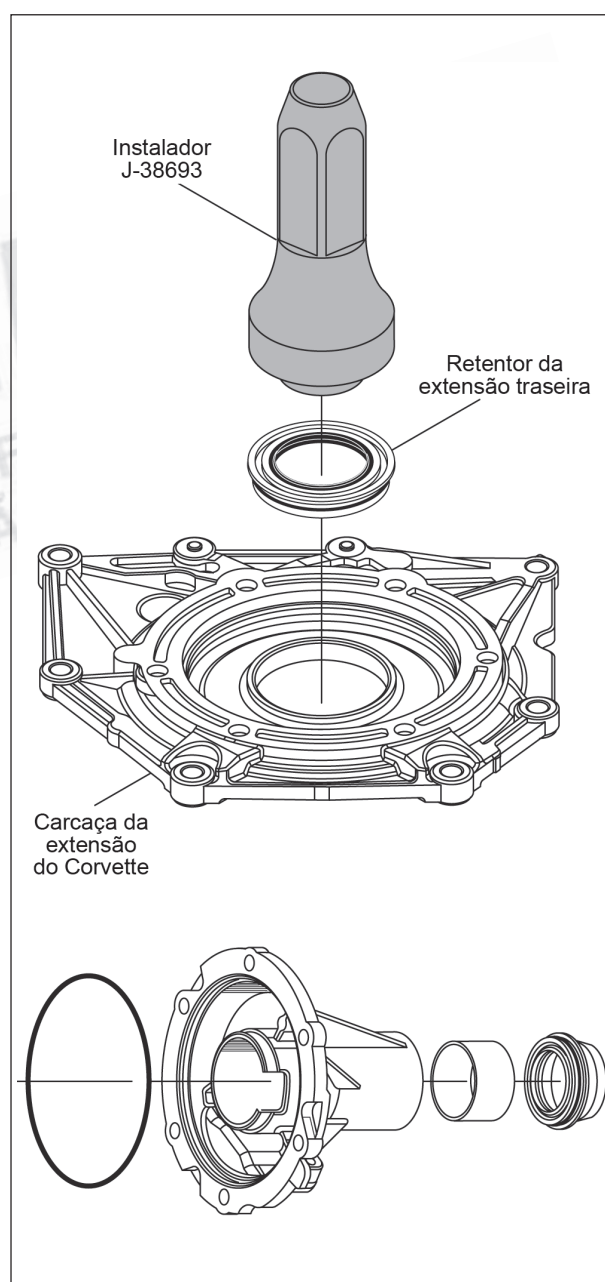

Figura 152
1. Instale um novo retentor de metal na carcaça da extensão, conforme mostra a figura 152, utilizando a ferramenta apropriada.
A versão do Corvette é ilustrada. A versão 2WD também é mostrada na figura 152.